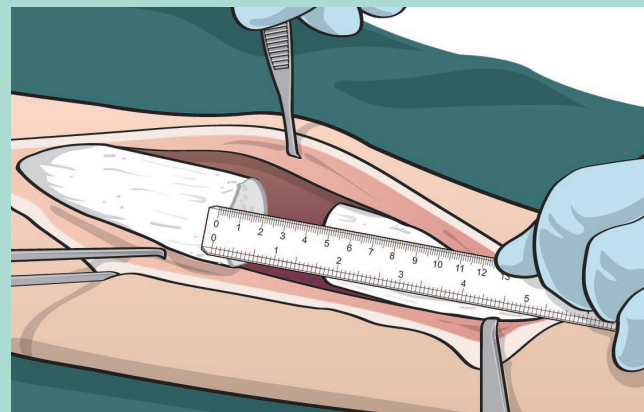

Fig. 1
1. Misurare il difetto osseo (Fig.1) e scegliere la configurazione e la misura appropriate del dispositivo **b.Bone**. Se necessario, sagomare accuratamente **b.Bone** con una sega ortopedica per migliorarne l'inserimento nel gap osseo (per maggiori dettagli riferirsi al paragrafo 3.1.1)